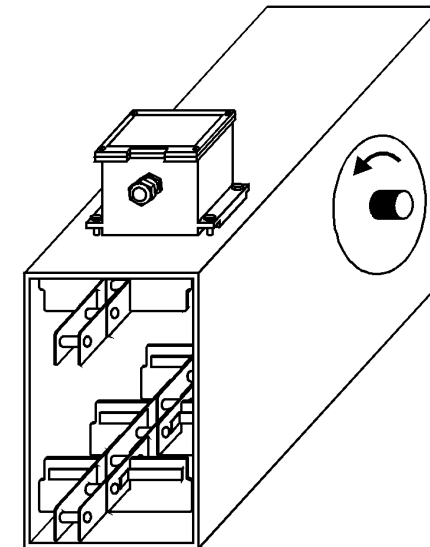

Рис. 7. Контроль обрыва цепи скребкового конвейера.
**Для контроля обрыва цепи скребкового конвейера** РДД-02 устанавливается в подготовленные отверстия сверху на защитный короб механизма вблизи приводной станции (рис. 7). Датчик должен быть настроен на движение верхней части цепи. Для этого его чувствительность уменьшается до минимального положения, при котором индикатор «Порог» устойчиво горит. Так как привод механизма толкает вперед верхнюю ветвь, обрыв цепи в любом месте конвейера вызывает её мгновенное провисание в точке установки датчика. Расстояние между движущейся цепью и РДД-02 увеличивается, что приводит к снижению уровня отражённого от цепи радиосигнала. Датчик отключает механизм, предохраняя его от разрушения.
**ВНИМАНИЕ!** В месте установки датчика не должны присутствовать устройства, поддерживающие цепь снизу (перегородки, ролики, «лыжи» и т. д.). Наличие подобных устройств не позволит цепи провиснуть и не приведёт к срабатыванию датчика при обрыве цепи! Направление вращения приводной звёздочки должно строго соответствовать рис. 7.